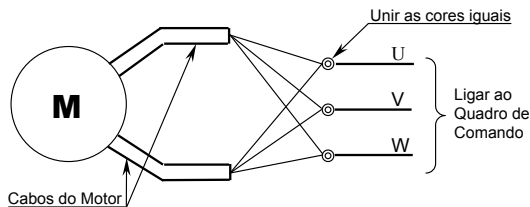
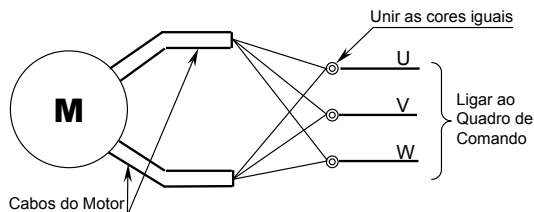
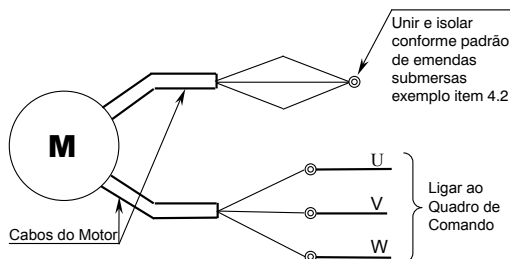

Figura 6.5.2 - Motor com dois cabos (Tensão Fixa)
Figura 6.5.3 - Motor com dupla Tensão - Ligação 220V
Figura 6.5.4 - Motor com dupla Tensão - Ligação 380V
não for de dupla tensão), unir simplesmente os cabos de mesma coloração e emendar os cabos do motor com os cabos da instalação, conforme figura 6.5.2.
**6.5.3** Ligações de motores de dupla tensão, 220/380 V: para ligação 220 V proceder conforme a figura 6.5.3 (unir os cabos da mesma coloração). Para ligação 380 V, deve-se unir um dos lados do cabo do motor e então fazer a isolamento, o outro cabo deve ser conectado conforme a figura 6.5.4. **Este procedimento não se aplica para os motores M10 e M12, que sempre são fornecidos em tensão única, devendo ser seguida a orientação conforme figura 6.5.2**